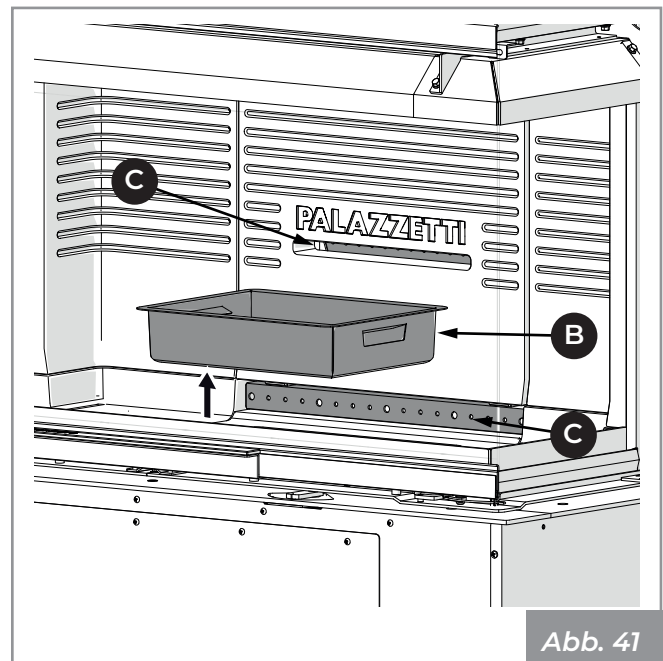

Abb. 41
- 2) Ziehen Sie die Aschelade (B) aus dem Sockel und saugen Sie die in den Fächern darunter angesammelte Asche auf (Abb. 41).
- 3) Die vorderen und hinteren Löcher (C) des Verbrennungsluftverteilers absaugen, um eine mögliche Ansammlung von Asche zu vermeiden (Abb. 41).